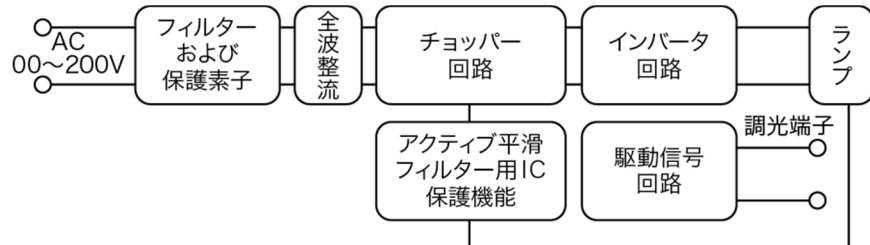

図1. Hf 蛍光ランプ用電子安定器の回路
対策技術の概要	<p>1. 概要</p> <p>1) Hf 型蛍光システム</p> <p>最近の「トップランナー」照明設備器具商品の一例として、電子回路による「Hf 型蛍光システム (高周波点灯専用システム Hf : High frequency)」がある。蛍光ランプの点灯周波数を高くしていくと、商用周波数 (50Hz または 60Hz) で点灯する場合よりは光へのエネルギー変換効率が向上する。この Hf 型蛍光システムは、従来の点灯回路 (銅鉄型安定器) への互換性をなくして独自のランプ設計とし、高周波点灯の効果をより有効に発揮できるようにしたものである。</p> <p>2) HID ランプ</p> <p>HID (High Intensity Discharge) ランプは、高圧の金属蒸気中における放電による発光を利用した光源で、高圧水銀ランプ、メタルハライドランプ、高圧ナトリウムランプの総称である。小型で定格消費電力の大きなものが製造でき、かつ高い出力 (光束) が得られるため、大空間の照明に適している。</p> <p>2. 技術の原理特徴</p> <p>1) Hf 型蛍光システム</p> <p>Hf 蛍光ランプは管径が 24.5 (mm) の高周波点灯専用蛍光ランプである。発光効率は 100 (lm/W) と従来の 40 (W) 白色蛍光ランプの 133% の発光効率を持ち、演色性も高く、また、高周波で点灯させるためちらつきが無い、などの特徴を持つ。安定器がインバータ方式 (図 1) となるため、照明器具の小形軽量化が可能であり、省資源や省施工にも貢献することもあって急速に普及してきており、多様化も進んできている。管径が細かいことから薄形器具が多くの特許で開発されていることのほか、32 (W) 形のランプの長さは一般の 40 (W) 蛍光ランプと同じなので既設改修用として従来の蛍光灯器具と同形状のものも用意されている。</p> <p>一方、Hf 蛍光ランプは高い発光効率と細い管径により、ランプ自身の輝度が高いため、ルーバーで配光を制御すると同時に、グレアを低減したものが多い。ルーバーを使用することにより、光を所定の方向に導くことができるが、ルーバーによる光の吸収で器具効率の低下が起りやすいのでルーバー面の反射率を向上させるような材質への工夫がなされたものもある。</p> <p>Hf 蛍光ランプの種類も増えつつあり、その用途分野は従来の蛍光灯器具と同じ</p>
フロー図と計測箇所	 <p>図 1. 計測箇所</p>